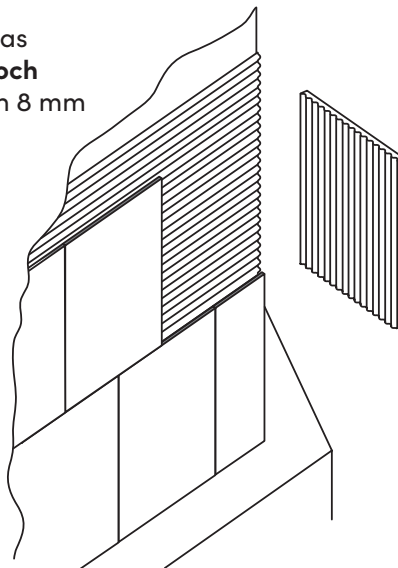

Bild 3
- Se till att få rak kaklad bakkant mot vägg. (**Bild 3** sid 21)
- 9 – 12 Börja från mitten och gå ut mot sidorna. **Se till att hålla bakkanten och de markerade linjerna fortsatt raka hela vägen** (**Bild 3 och 4** sid 21).
För in **stålplattan** lodrätt och över kassetten. Vänd den horisontellt och dra tillbaka den så att den ligger an mot "pannbenet" och samtidigt kilas in i mellanrummet mellan kassetten och stommen enligt bild 3 och 4.